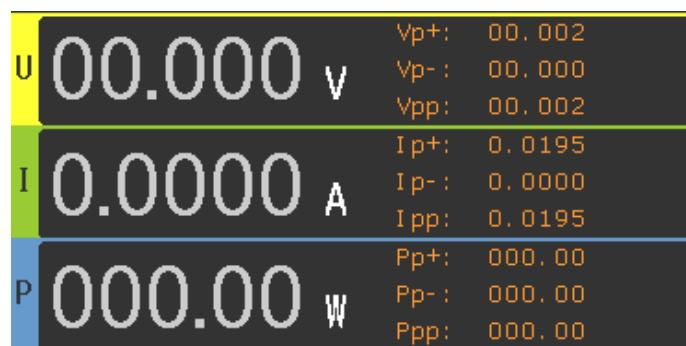

图 4-1
- U,I,P PPon:如图 4-1 所示，显示电压、电流、功率、峰值、纹波值